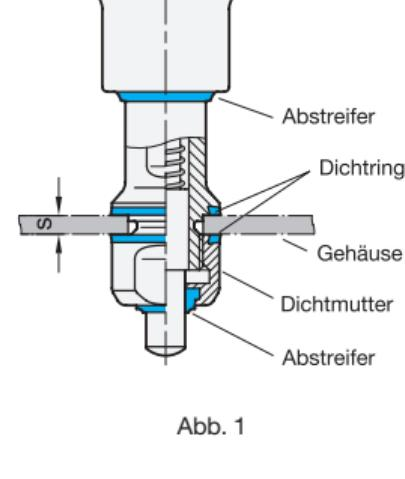

Abb. 1
- Es ist daher auf die richtige Einbaulage zu achten (Abb. 1).
- Es ist auf die entsprechende Klemmlänge s zu achten, um ein korrektes Abdichten zu ermöglichen (Abb. 1).
- Die Einbaulage, wie in Abb. 1 zu sehen, garantiert ein selbstständiges Ablaufen von Flüssigkeiten.